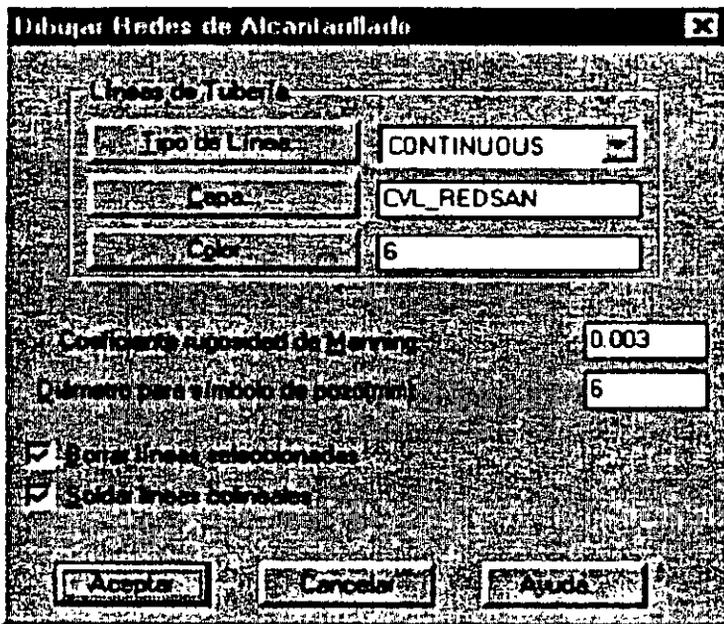

Fig. 46: Caja de diálogo para reconocer redes de alcantarillado
3. Active la rutina para reconocer redes de alcantarillado (CivilCAD→ Módulos→ Redes de alcantarillado→ Circuitos→ Reconocer). Acepte los valores propuestos en la caja de diálogo (Fig. 46).